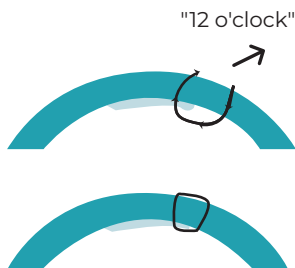

Fig 2. Sutura di EndoArt®
23. Suturare l'impianto (sutura singola, non assorbibile, perpendicolare al centro esattamente a ore 12, secondo la Fig. 2). L'orientamento perpendicolare della sutura è importante per prevenire il decentramento. La sutura non verrà rimossa prima di 12 settimane a partire da quando l'impianto è chiaramente attaccato. Se ne raccomanda la rimozione prima di 6 mesi a decorrere dal momento in cui l'impianto è ben attaccato.